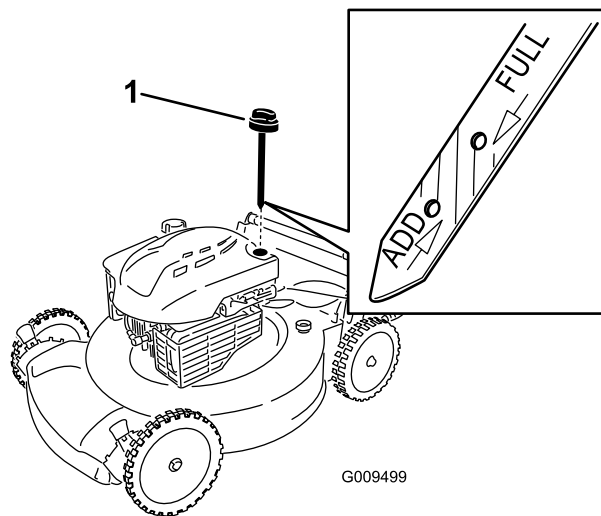

Рисунок 9
1. Извлеките масломерный щуп (Рисунок 9).
2. Медленно заливайте масло в маслозаливной патрубке до соответствующей отметки Full (Полный) на масломерном щупе (Рисунок 9). **Не допускайте переполнения.**